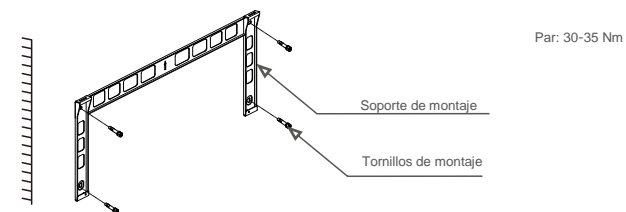
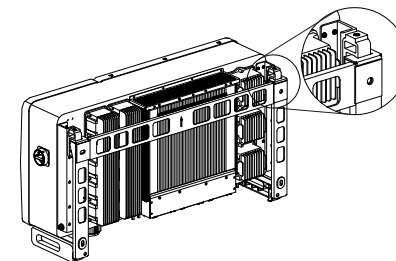

Figura 3.6 Montaje en pared del inversor
Figura 3.7 Instalar el inversor
Consulte la figura 3.6 y la figura 3.7. El inversor debe montarse verticalmente. Los pasos para montar el inversor se enumeran a continuación.
1. Consulte la figura 3.6, taladre los orificios para los tornillos de montaje según el diámetro del orificio del soporte utilizando un taladro de precisión que mantenga el taladro perpendicular a la pared. La profundidad máxima es de 90 mm.
2. Asegúrese de que el soporte esté horizontal Y de que los orificios de montaje (en la figura 3.6) estén marcados correctamente. Taladre los agujeros en la pared con sus marcas.